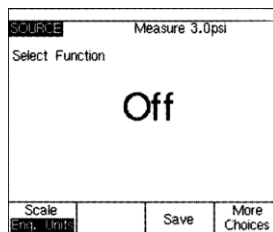

图 14
4、按“MEAS/SOURCE”键，现在可以看到输出屏幕 (图 14)。因为你想输出电流，按“mA”键。当出现“SOURCE mA”或“Simulate Transmitter”选择项时，按“ENTER”键，选择“SOURCE mA”。当 F700 显示“?????”时，此时要键入电流输出时，按“0”和“ENTER”键。